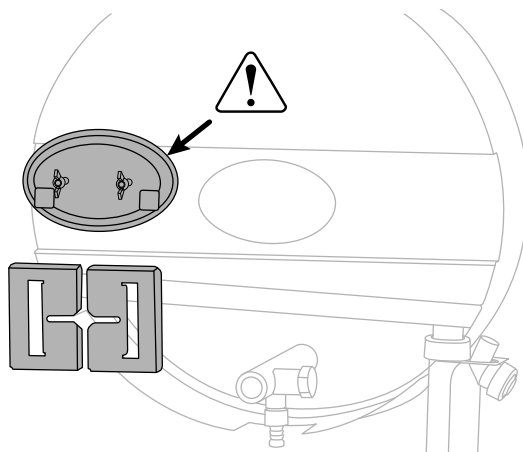

fig. 52 - Contrôle du joint de trappe arrière
- Contrôler l'état du joint de la trappe de la boîte à fumées. Contrôler l'état du joint entre la boîte à fumées et l'adaptateur cheminée (fig. 52, page 72). **Les remplacer si leur état le nécessite.**